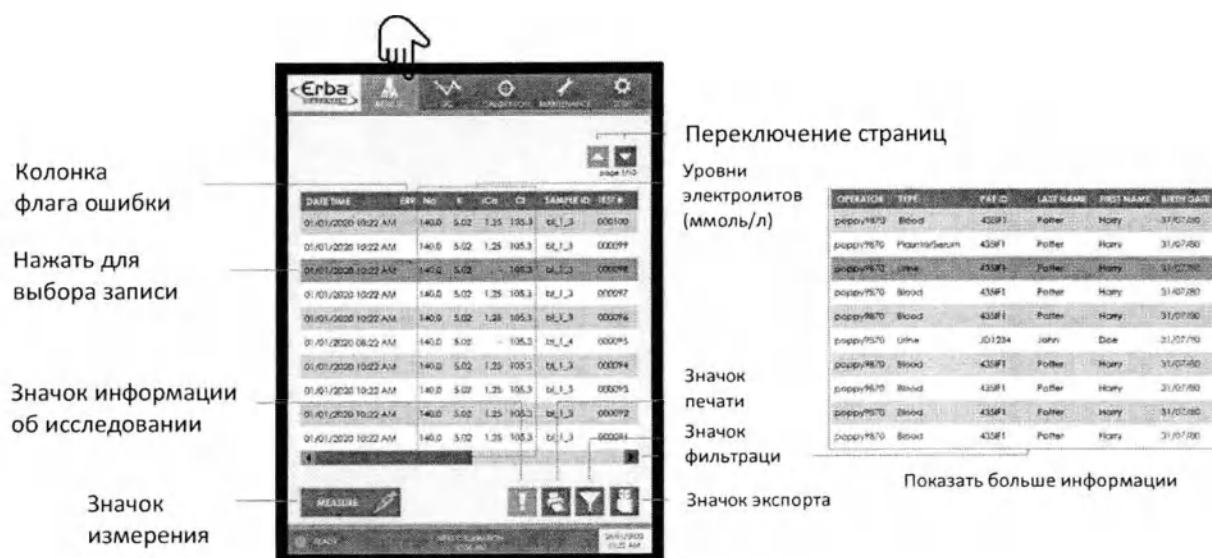

Рисунок 47
4. Меню результатов открывается автоматически (см. Рисунок 47). Если необходимо осуществить измерение нового образца, нажмите на соответствующую клавишу измерения. Вы будете перенаправлены непосредственно во всплывающее окно выбора ИЗМЕРЕНИЕ (MEASURE) (см. Рисунок 40) без необходимости возвращаться на главный экран.